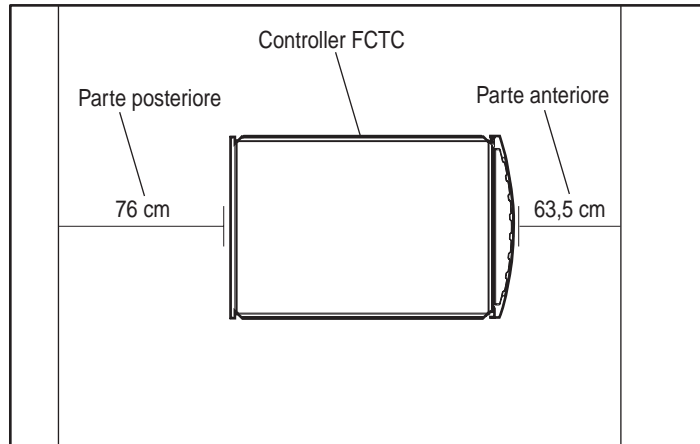

Figura 2-1. Requisiti di spazio per l'FCTC
- Per consentire la manutenzione e garantire una ventilazione adeguata è necessario uno spazio di almeno 76,2 cm (circa 30 pollici) nella parte posteriore del rack. Vedere la Figura 2-1